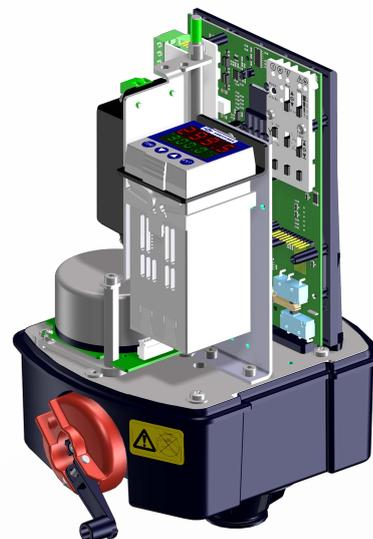

Bild 34: Einbau dTRON 316 ARI-PREMIO®-Plus 2G 2,2 - 5 kN
- Den dTRON 316 mit Anbausatz auf der Getriebeplatte befestigen (Bild 34).